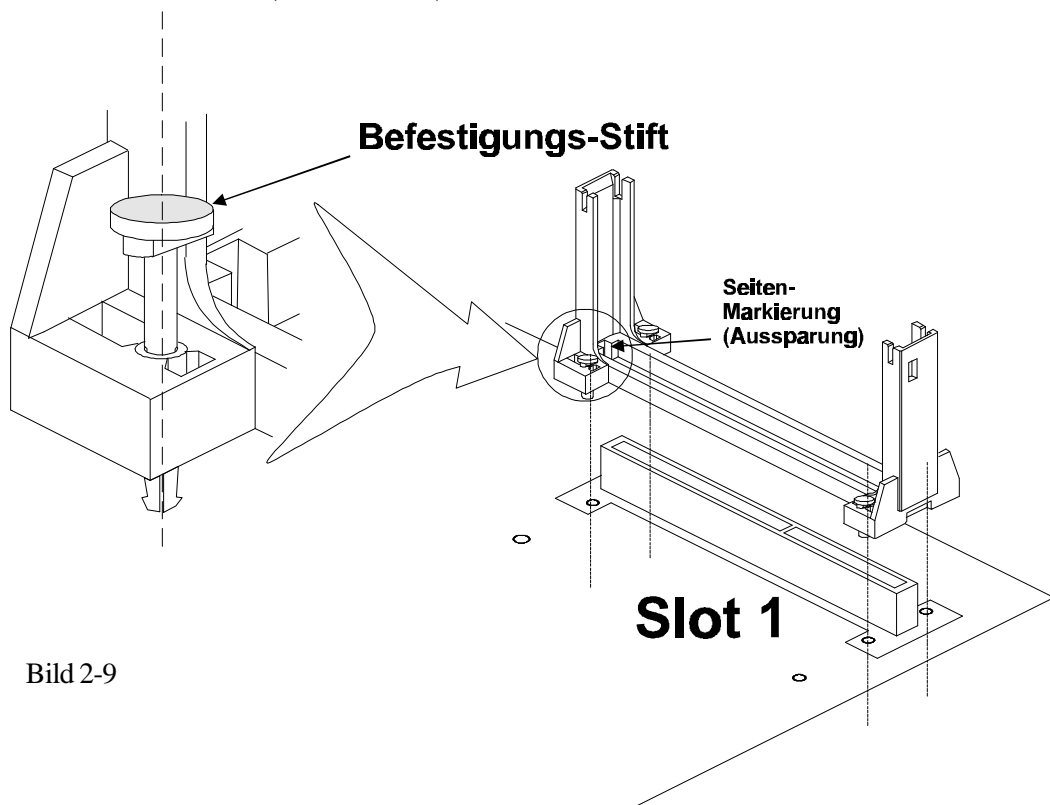

Bild 2-9
2. Dann den CPU-Ständer der Halterungsvorrichtung so auf das Mainboard setzen, daß damit der Slot 1 eingerahmt wird. Die im Bild gezeigte Markierung des Ständers muß zu Pin 1 des CPU-Sockels zeigen. (siehe Bild 2-9)
3. Die vier Befestigungsschrauben werden in die Löcher gesteckt, die sich im Fuß des CPU-Ständers befinden, damit der Ständer mit dem Mainboard fixiert wird. (siehe Bild 2-9)